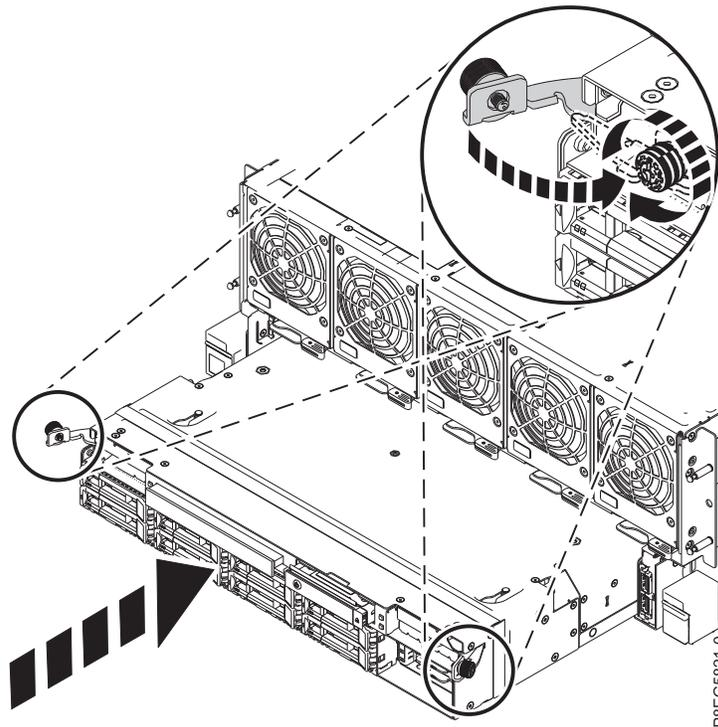

Abbildung 13. Plattenlaufwerksrückwandplatine an der Vorderseite des Systemchassis wiedereinbauen
3. Drücken Sie die Verriegelungen nach unten und ziehen Sie die Rändelschrauben fest, wie in Abb. 13 gezeigt.